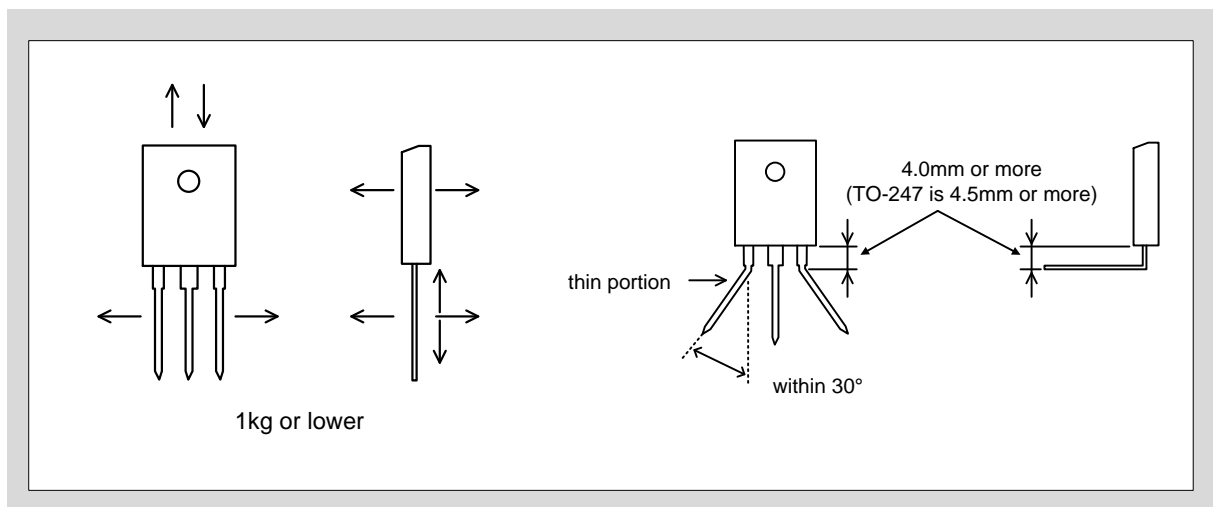

図6-3. 推奨リード加工条件
半導体素子の電極リードに必要以上のストレスを加えると、内部のチップおよび外部パッケージに損傷をあたえる事があるので、図6-3に示す方向に加わる荷重は1kg以下として下さい。
- ◆ 図6-3に示すストレスが加わらないような専用の治具の用意。
- ◆ リードを横方向に曲げる場合は、図6-3のようにリードの細い部分か、デバイス本体から4mm以上離れた部分で折り曲げ、その角度は30°以内とする事。